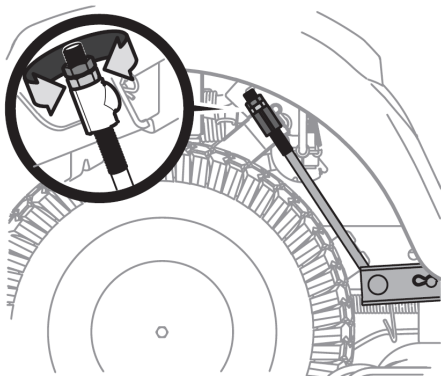

Figure 37
3. ホイール内のリアフェンダーの下には、デッキの両側にリフト調整ロッドがあります。図37を参照